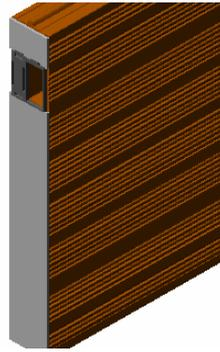

fig. 3
3. Pour l'union des briques, on étale la colle Hispalam, **en évitant qu'elle ne pénètre dans l'alvéole ouvert du PASSE-TUBES** (voir fig. 3)